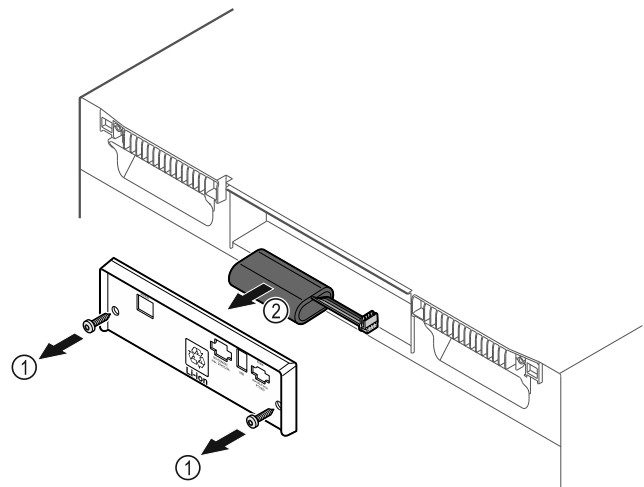

Fig. 235
- ▶ Викрутити гвинти і зняти кожух на задньому боці пристрою Fig. 235 (1).
- ▶ Батарею від'єднати та вийняти Fig. 235 (2).